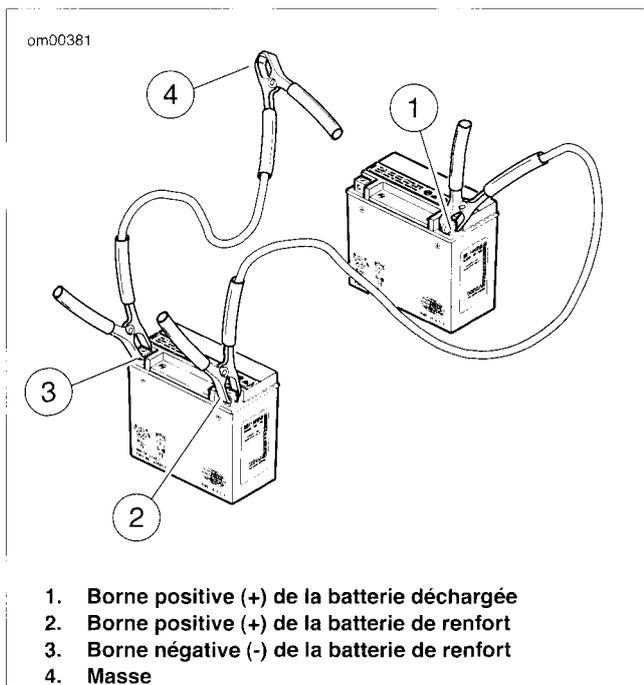

Figure 45. Connexions des câbles de démarrage
2. Voir la Figure 45. Connecter une extrémité du câble de démarrage à la borne positive (+) de la batterie DÉCHARGÉE (1).
3. Connecter l'autre extrémité du même câble à la borne positive (+) de la batterie de RENFORT (2).